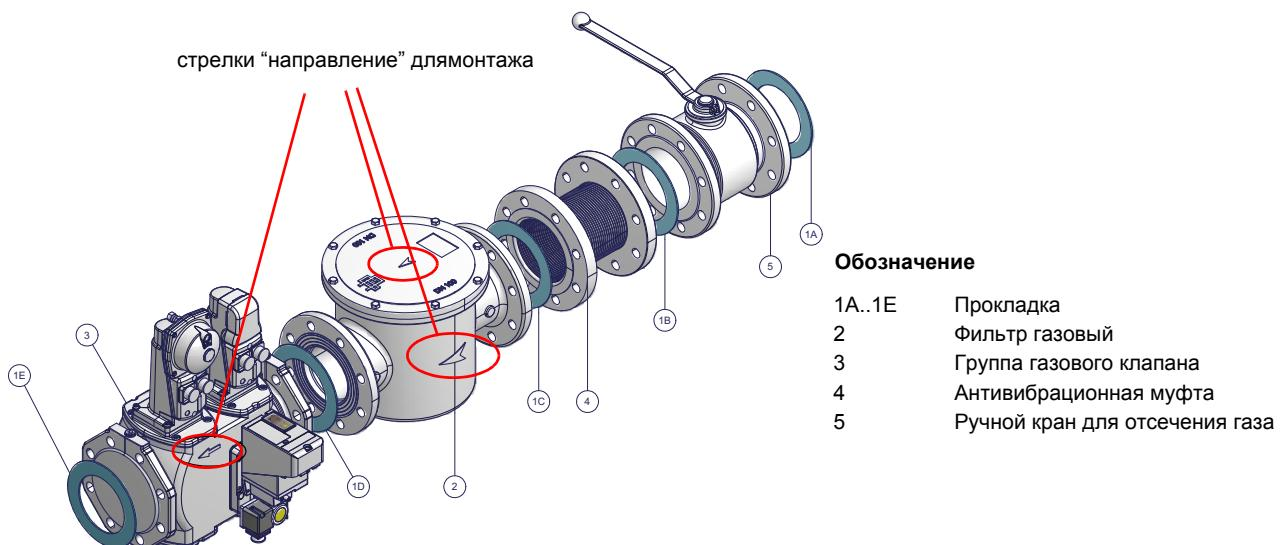

Рис. 2 - Пример газовой рампы
- 1- б) при фланцевых соединениях: между соседними компонентами устанавливать прокладку (1A..1E - Рис. 2), совместимую с используемым газом,
**ВНИМАНИЕ:** после монтажа газовой рампы согласно схеме на Рис. 2, необходимо провести тестирование на герметичность газового контура, согласно требований действующих нормативов.
- 1 - б) при фланцевых соединениях: между соседними компонентами устанавливать прокладку (1A..1E - Рис. 2), совместимую с используемым газом,